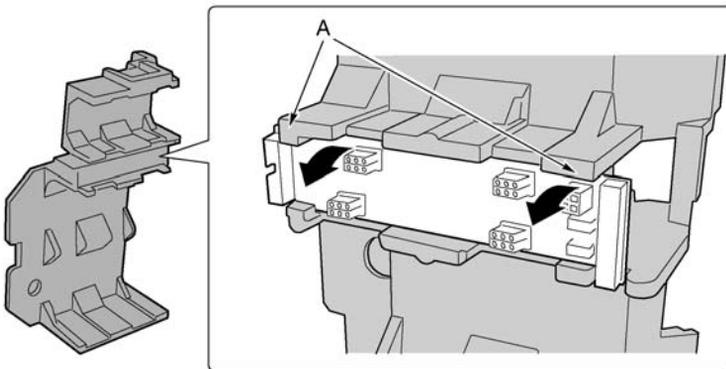

Abbildung 55 - Entfernen eines Lüfterverteilerboards
- 4 Drücken Sie zwei Ecken des Schaumstoffs vorsichtig nach außen (Abbildung 55, A) um den Slot des Lüfterverteilerboards in der Schaumstofflüftereinheit zu öffnen. Rotieren Sie die Boardkante, bis sie freiliegt und heben Sie das Board aus dem Schaumstoff-Luftführungsblech heraus.